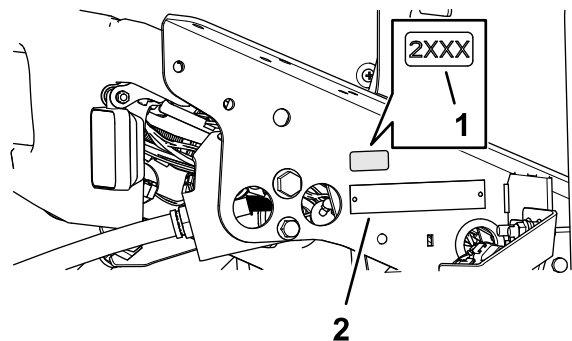

図 38
- 消毒用アルコールときれいなウェスで、フードロックを取り付けた場所の隣の部分をきれいにぬぐって表面を乾燥させる 図 38。